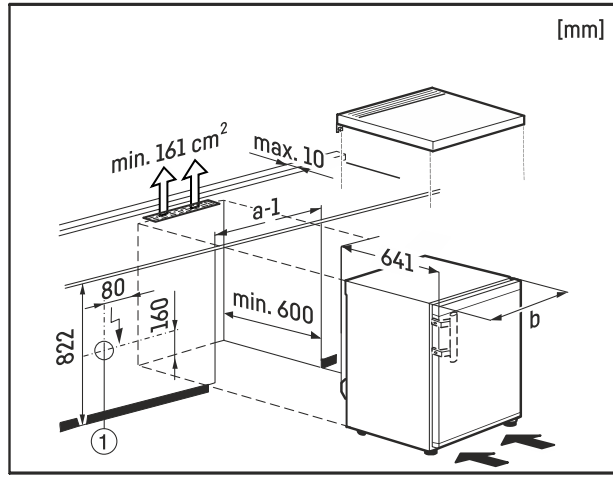

Fig. 9
Bu sırada prizini Fig. 9 (1), cihazın arka tarafında ve kolay erişilebilir olması gerekir.